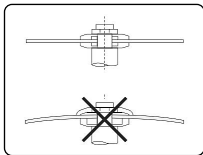

Figura 1
- f) Los discos de corte de centro plano deben montarse en bridas con diámetros y áreas de contacto idénticos. El diámetro mínimo de las bridas debe ser $1/4$ del diámetro del disco (Figura 1).